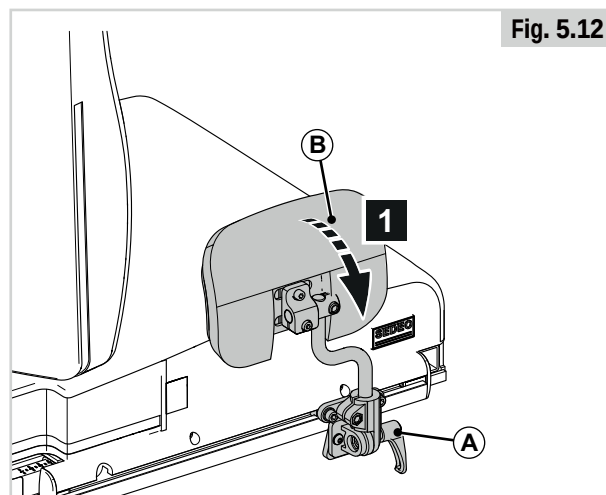

Fig. 5.12
1. Enfoncez (A) pour basculer (B)
5.7 Cale genou / Cale cuisse (Fig. 5.12)